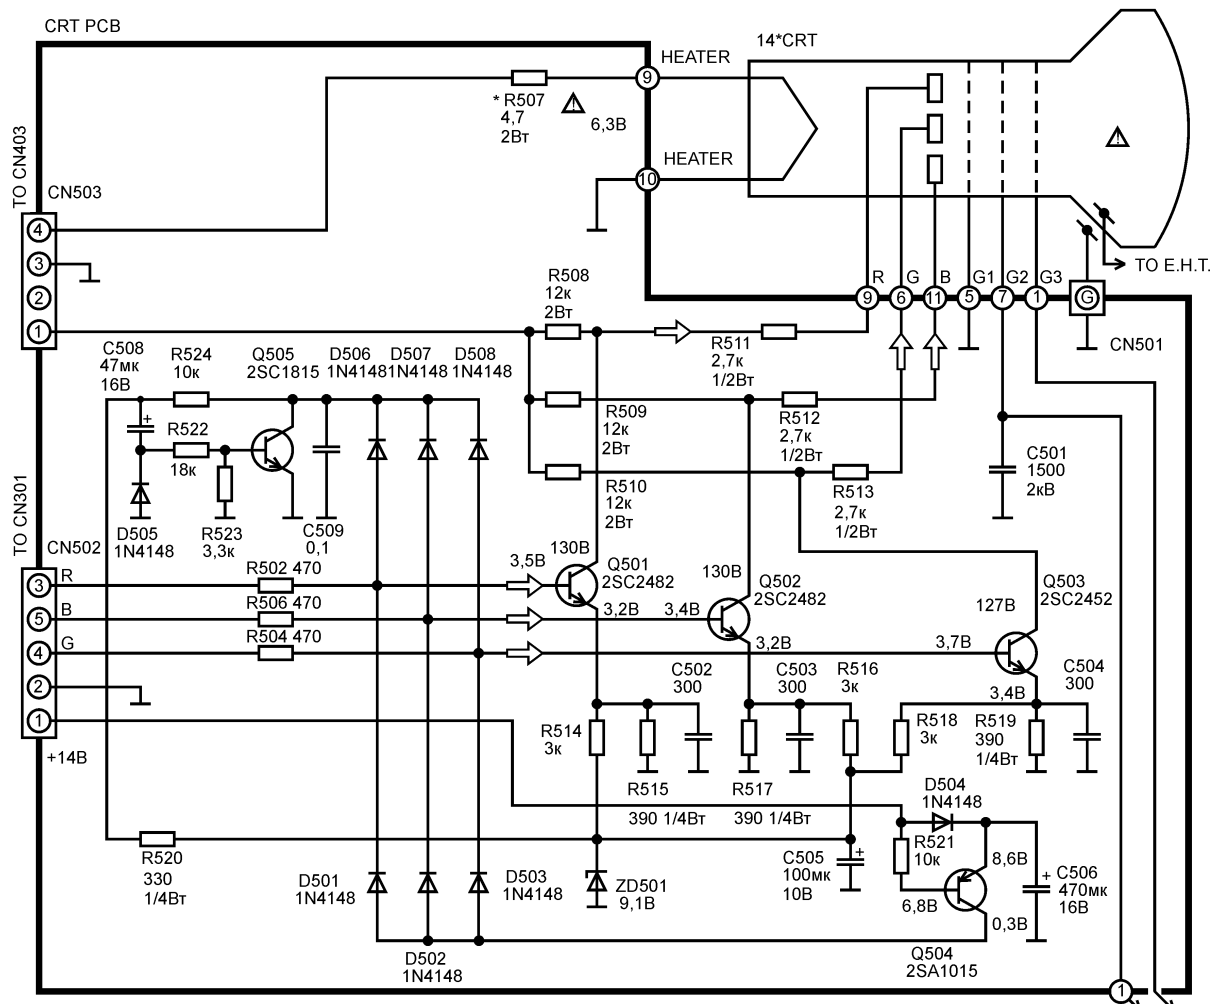

рис.2
**Плата кинескопа и видеоусилителей** служит для подключения к кинескопу необходимых напряжений и сигналов (рис.2). Кроме того, на плате расположены видеоусилители сигналов RGB. Видеоусилители выполнены по однотранзисторной схеме. В них используются транзисторы Q501, Q502, Q503 типа 2SC2452. Рабочую точку видеоусилителей по постоянному току задает параметрический стабилизатор напряжения на резисторе R520 и стабилизаторе ZD501. Выходное напряжение этого стабилизатора составляет 9,1 В. Это напряжение через делители R514R515, R516R517, R518R519 поступает на эмиттеры транзисторов Q501-Q503 соответственно. Конденсаторы C502-C504 корректируют АЧХ видеоусилителей в области верхних частот.